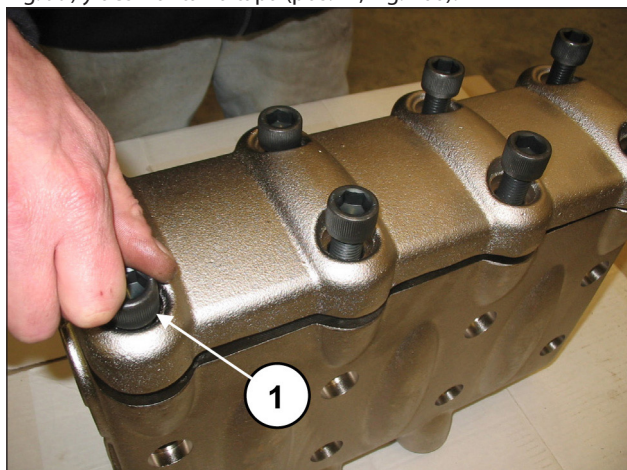
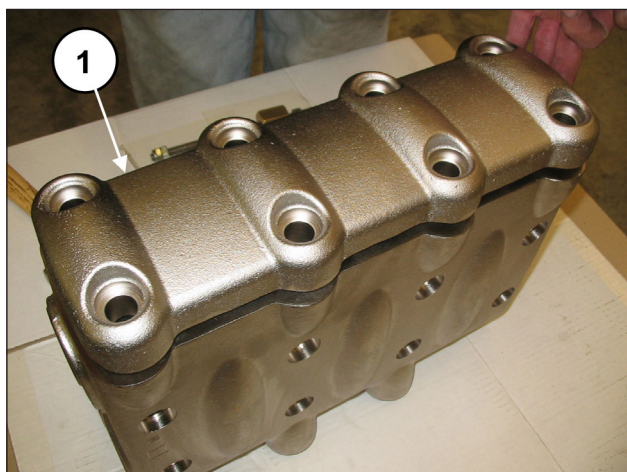

Fig. 99
Fig. 100
Para extraer los grupos de válvula operar del siguiente modo: Quitar los 8 tornillos M16x55 de la tapa de las válvulas (pos. ①, Fig. 99) y desmontar la tapa (pos. ①, Fig. 100).